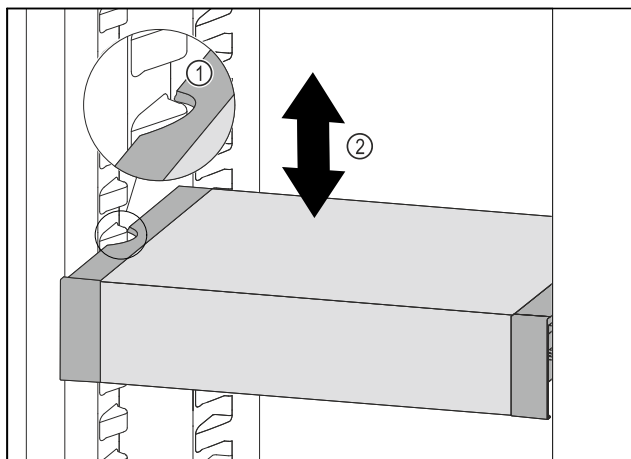

Fig. 100
- VarioSafe naar voren trekken tot de uitsparingen aan de zijkant van de VarioSafe zich ter hoogte van de rib in het koelgedeelte bevinden. Fig. 100 (1)
- VarioSafe in het koelgedeelte omhoog of omlaag bewegen tot de gewenste hoogte is bereikt. Fig. 100 (2)